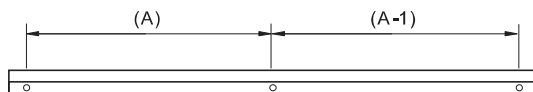

Fig. 1
1.2 Dopo aver scelto la posizione dell'armadio a specchio, verificare che la parete sia solida, misurare la distanza dei fori (A, A-1) nella barra in lega di alluminio con un metro a nastro e segnare sulla parete con una matita (Fig. 1).